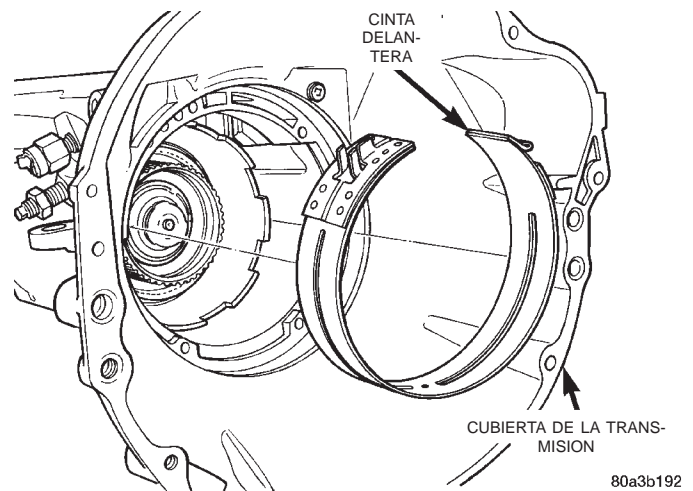

Fig. 78 Cinta delantera
(22) Retire la cinta delantera de la caja (Fig. 78).
(23) Retire de la caja de la transmisión el retenedor de cojinete trasero.
(24) Retire del eje transmisor el cuerpo del regulador y el engranaje de estacionamiento.